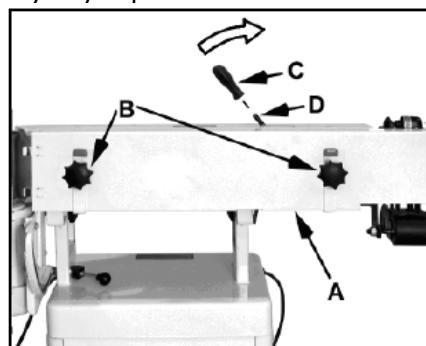

Рис. 4
Ослабив ручки (B) (Рис. 4), снимите кожух шлифовальной ленты. Снимите шлифовальную ленту и упор.